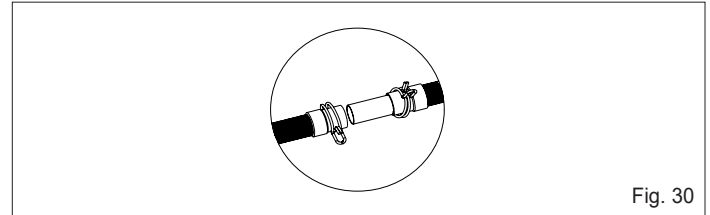

Fig. 30
- Collegare il tubo scarico condensa proveniente dalla caldaia al rispettivo proveniente dal modulo e bloccare con le fascette stringi tubo (fig. 30)